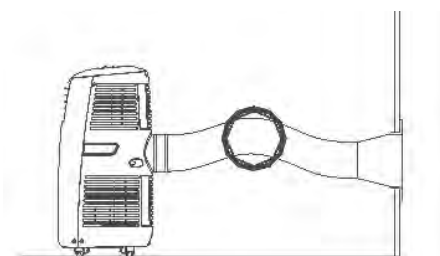

FIG.11
- Evite dobras e curvas no tubo de exaustão porque provocam a acumulação do ar húmido expelido provocando o sobreaquecimento da unidade e a consequente paragem. As Fig. 11 & 12 mostram a posição correcta.